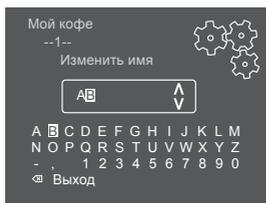

Рис. 18: Изменение названия профиля пользователя
5. Выберите с помощью кнопок со стрелками отдельные символы, подтверждая выбор нажатием на "Меню/ок" (см. Рис. 18).